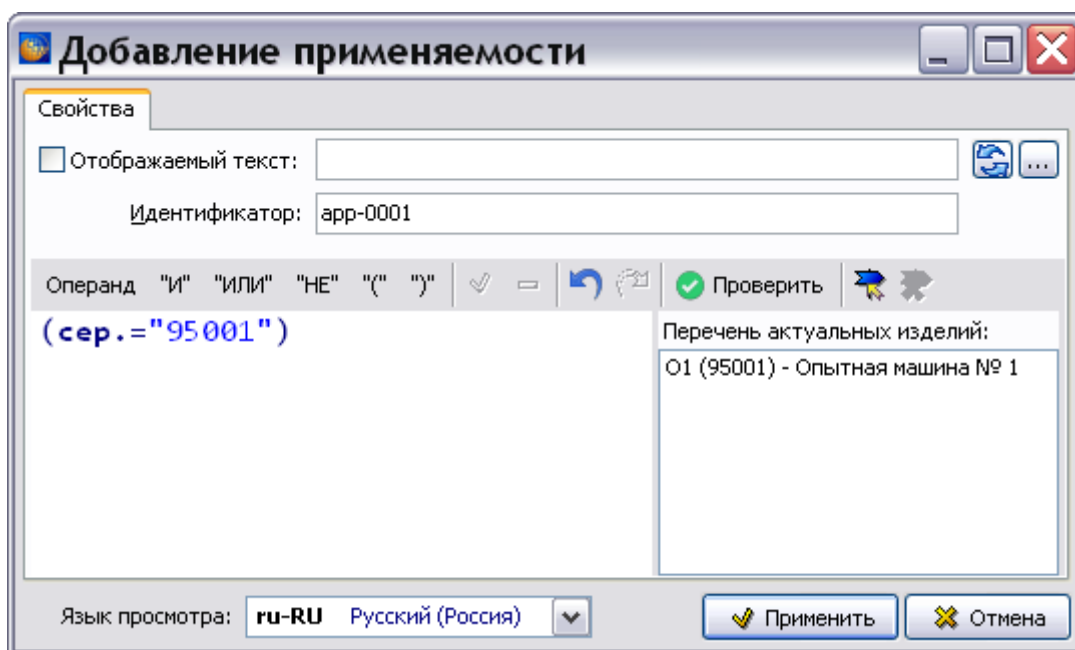

Рис. 22.88
6. Нажмите на кнопку **Применить**. В окне **Добавление применяемости** тообразятся введенные данные (Рис. 22.88).